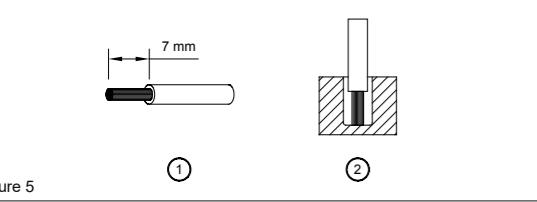

Figure 5
Sie können flexible (feindrähtige Leitung) oder feste Kabel mit einem Querschnitt von 1,3-3,3 mm² (AWG 16-12) und einem Anzugsmoment von 4,67 kgf.cm (4,05 lb in.) verwenden. Um sichere und stoßfeste Anschlüsse gewährleisten zu können, sollte die Abisolierlänge 7 mm betragen (siehe Abb. 5 (1)). Bitte sorgen Sie dafür, dass die Kabel vollständig in die Anschlussklemmen eingeführt werden, siehe Abb. 5 (2).